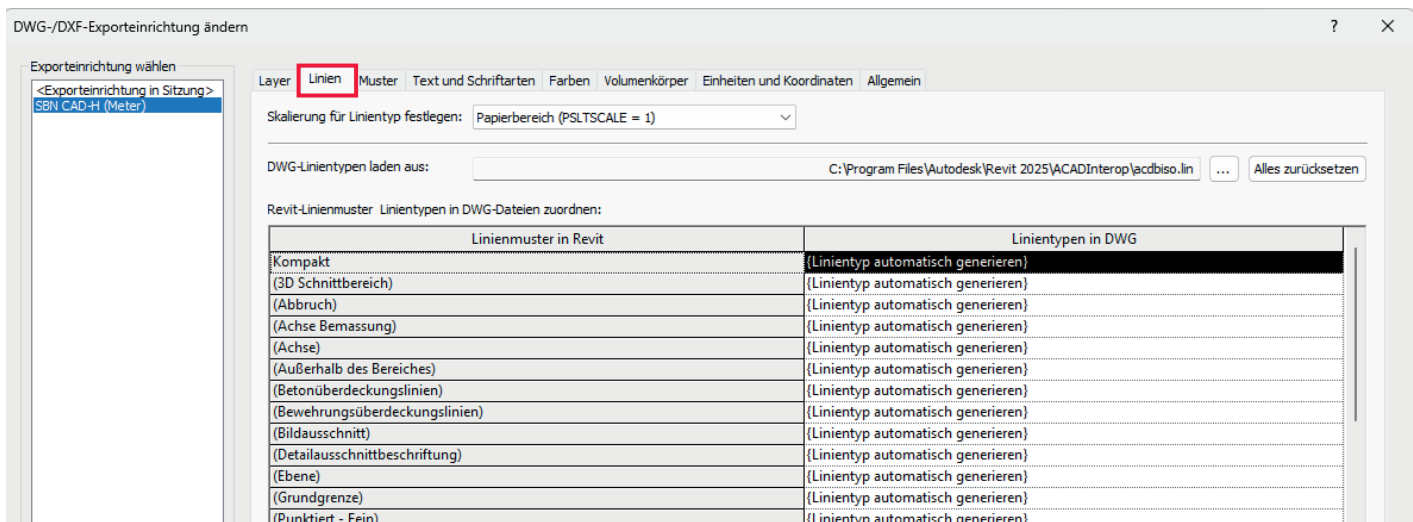

Abb.7: Linien
- Legen Sie fest, wie Linientypen aus Revit in AutoCAD dargestellt werden. Sofern Sie die **Autodesk AutoCAD Interoperability Tools** installiert haben erfolgt eine automatische Übersetzung aus der benannten **acdbiso.lin**-Datei. (Abb.7)